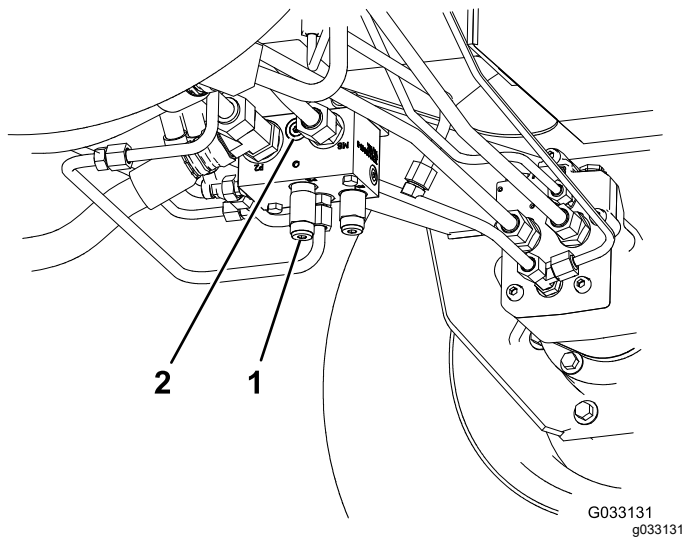

Figura 41
- N. cat. Toro 95-0985, raccordo di accoppiamento (2)
- N. cat. Toro 340-77, raccordo idraulico (2)
1. Montate un raccordo diagnostico nel foro non marcato situato tra i fori M8 e P2 sul collettore della trazione posteriore (Figura 41).